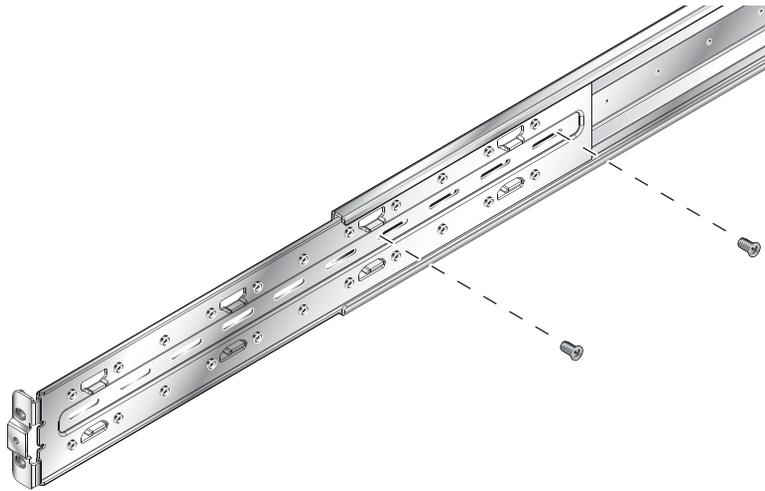

FIGURE 3-3 Connexion des sections avant et arrière des équerres pour armoire 19" à quatre colonnes
3. **Insérez les vis M4 fournies avec le kit de montage en armoire et serrez-les à l'aide des doigts afin de relier les sections d'équerre avant et arrière (FIGURE 3-3).**